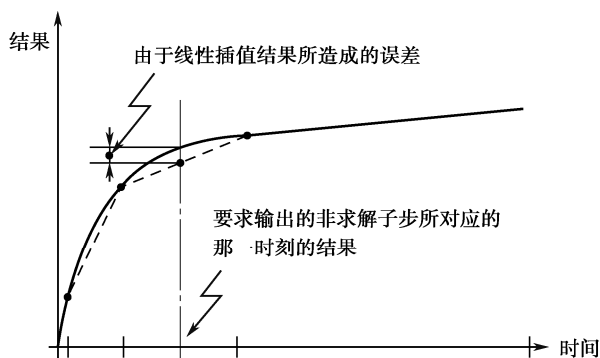

图 6-7 非线性结果的线性插值可能引起的误差
**注意:** 如果读者指定了一个没有结果可用的时刻, ANSYS 程序会按照线性插值来计算出那一时刻的结果。在非线分析中, 这种线性内插通常将导致某些精度损失, 如图 6-7 所示。因此, 对于非线性分析, 建议选取子载荷步时间点来进行后处理。